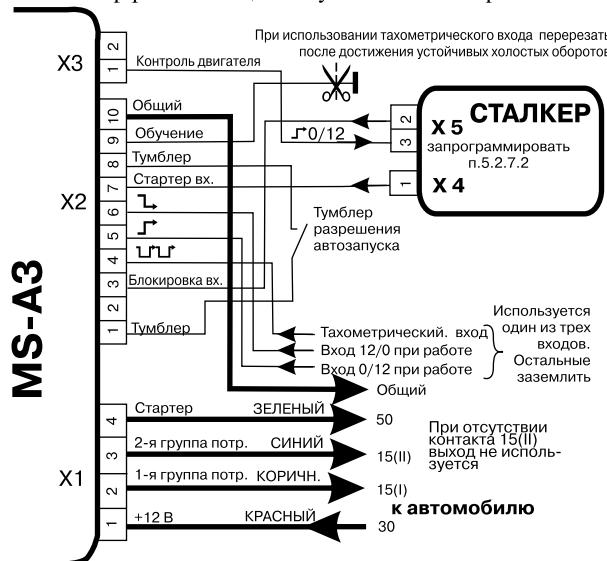

Рис. 12. Схема совместной работы охранного комплекса СТАЛКЕР- 600NB и модуля дистанционного запуска MS-A3
Реле подключения потребителей 2-й группы (P4) ставится при наличии в замке зажигания специального контакта 15(II) для подключения потребителей второй группы. В случае отсутствия возбуждения генератора на холостых оборотах в схему вводится реле P5 (рис.12).